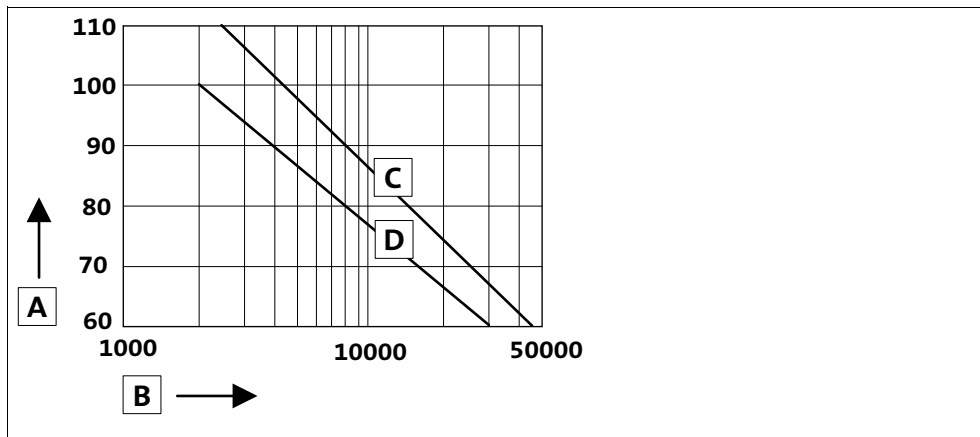

Abb. 19 Schmierstoffdiagramm
- Der Schmierstoffwechsel ist von der Schmierstofftemperatur abhängig, siehe Abb. 19.